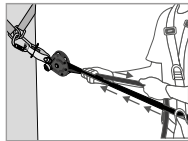
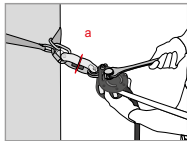

Fig 3
Fig 4
Nachdem die Sicherungsleine installiert ist, muss eine Voreinstellung der Spannung vorgenommen werden, dazu zieht man manuell an der Leine (Seite des Endknotens — Abb. 3). Die Nocke (8) und der Nockenhebel (4) müssen automatisch an das Seil greifen. Legen Sie den Nockenhebel (4) um und stellen Sie mit einem passenden Schlüssel die Spannung an der Spannungseinstellachse (1) ein, bis die Beilagscheibe der Spannvorrichtung (a) auf der Spannvorrichtung (2) sich frei drehen lässt (Abb. 4). Sobald diese sich frei bewegen kann, NICHT WEITER SPANNEN! Dies entspricht einer Vorspannung der Sicherungsleine von ungefähr 0.5 kN. Wenn die Sicherungsleine in Gebrauch ist, überprüfen Sie regelmäßig diese Spannung (Drehen der Beilagscheibe an der Spannvorrichtung) und stellen Sie sie gegebenenfalls in der oben beschriebenen Weise nach.